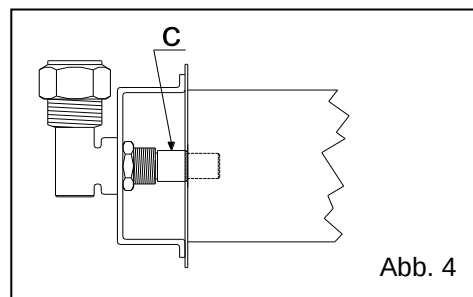

Abb. 4
5.1 Austausch des Injektors des Brenners (Abb. 4)